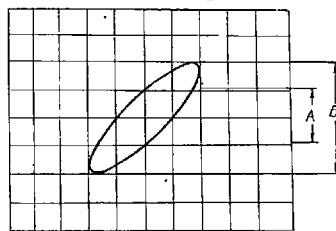

Рис. 9. Измерение разности фаз (X—Y)
- измерьте расстояния А и Б, как показано на рис. 9.